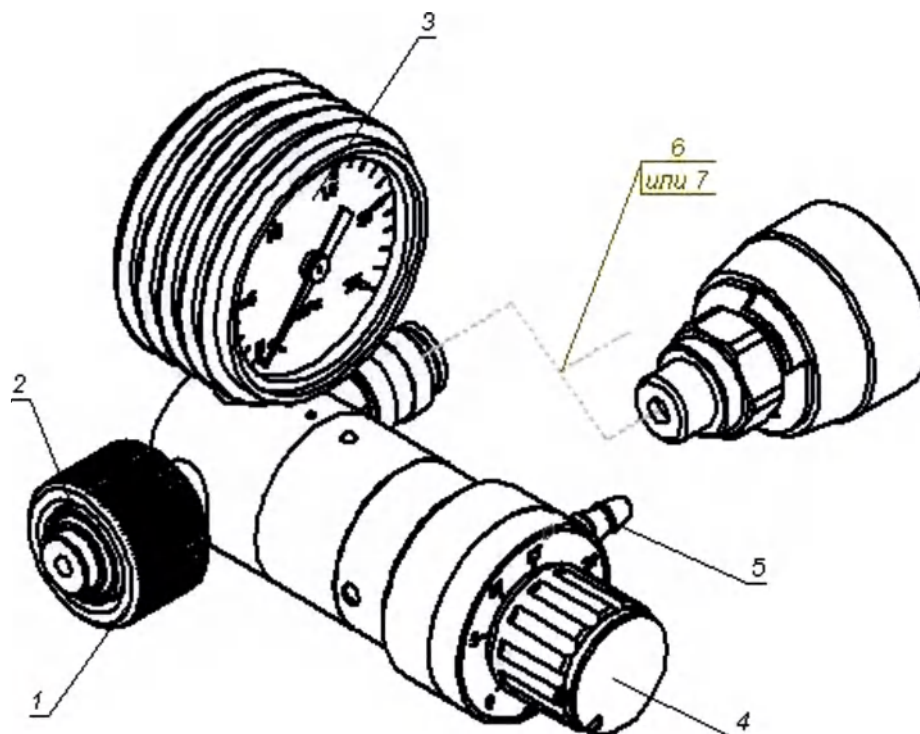
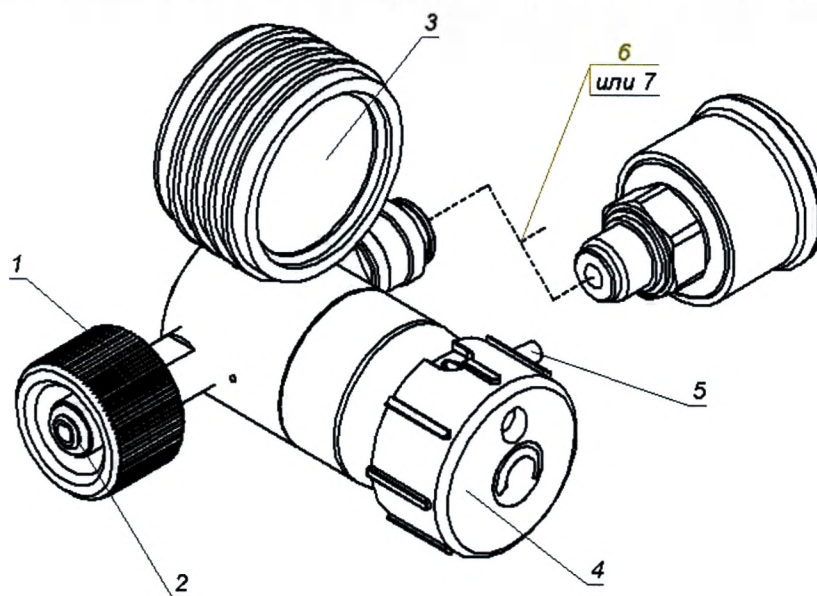
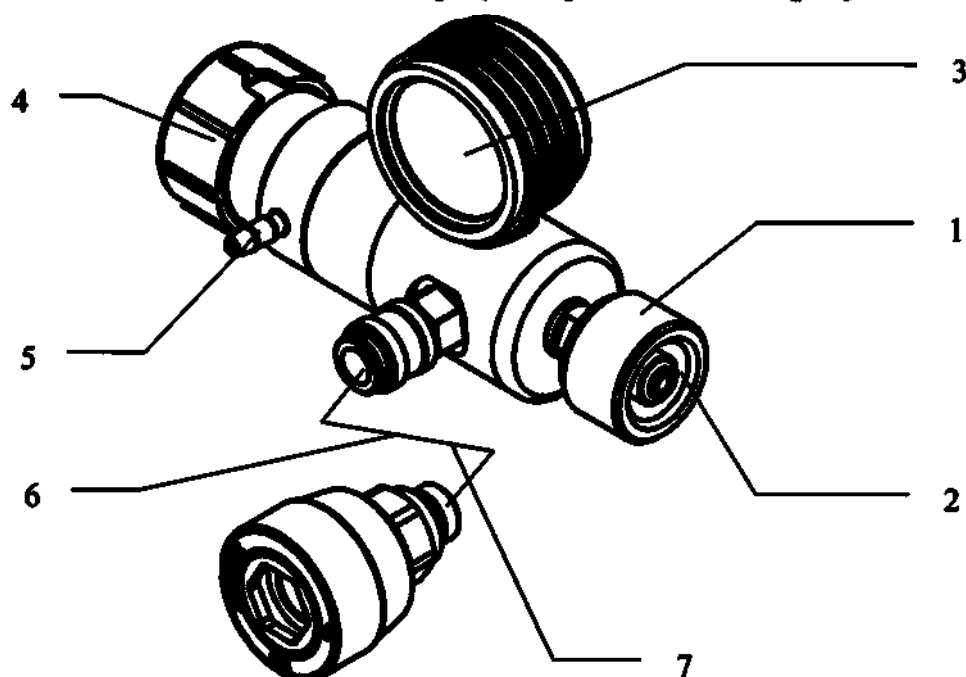

Рисунок 1 – Регулятор подачи кислорода для исполнения КИ-11-01
Рисунок 2 – Регулятор подачи кислорода для исполнения КИ-11-02
Рисунок 3 – Регулятор подачи кислорода для исполнения КИ-11-03
Кольцо предназначено для замены повреждённого уплотнительного кольца **поз. 2 (рис. 1, или рис. 2, или рис.3)**.
1.10.2 Для контроля давления кислорода в баллоне на регуляторе подачи установлен манометр **поз. 3 (рис. 1, или рис. 2, или рис.3)** с верхним пределом измерения 25 МПа.
ВНИМАНИЕ: При установке или замене баллона накидную гайку **поз. 1 (рис. 1, или рис. 2, или рис.3)** регулятора подачи затягивайте от руки. Запре-
Присоединить регулятор подачи кислорода (рис. 1, или рис. 2, или рис.3) к кислородному баллону с давлением от 19,6 до 1 МПа (предварительно убедиться, что маховичок установки подачи кислорода поз. 4 (рис. 1, или рис. 2, или рис.3) регулятора подачи установлен в положение «0»). Медленно открыть вентиль кислородного баллона и по показанию манометра поз. 3 (рис. 1, или рис. 2, или рис.3) регулятора подачи убедиться в том, что кислород из баллона поступает в регулятор подачи.
ПРИМЕЧАНИЕ: В зависимости от планируемых работ дозарядите баллон кислородом. Закройте вентиль баллона и отсоедините регулятор подачи, отвернув накидную гайку поз. 1 (рис. 1, или рис. 2, или рис.3). Баллон отправьте на зарядную кислородную станцию или сервисный центр.
Присоединить к ниппелю поз. 5 (рис. 1, или рис. 2, или рис.3) регулятора подачи присоединительную трубку маски или канюли необходимого типоразмера. Пово-
ротом маховичка *поз. 4 (рис. 1, или рис. 2, или рис.3)* регулятора подачи установить необходимую подачу кислорода. При необходимости увлажнения кислорода маску присоединить через распылитель/небулайзер, предварительно заполнив его водой. По окончании работы маховичок установки подачи кислорода *поз. 4 (рис. 1 или 2)* регулятора подачи установить в положение «0».
Присоединить к ниппелю *поз. 5 (рис. 1, или рис. 2, или рис.3)* регулятора подачи соединительную трубку распылителя/небулайзера. Поворотом маховичка *поз. 4 (рис. 1, 2)* установить необходимую величину подачи кислорода. Для достижения
наилучшего распыления рекомендуется устанавливать подачу кислорода – «12» или «15» л/мин для исполнения КИ-11-01, «6» или «10» л/мин для исполнений КИ-11-02 и КРИ-11-03. По окончании работы маховичок *поз. 4 (рис. 1, или рис. 2, или рис.3)* регулятора подачи установить в положение «0».